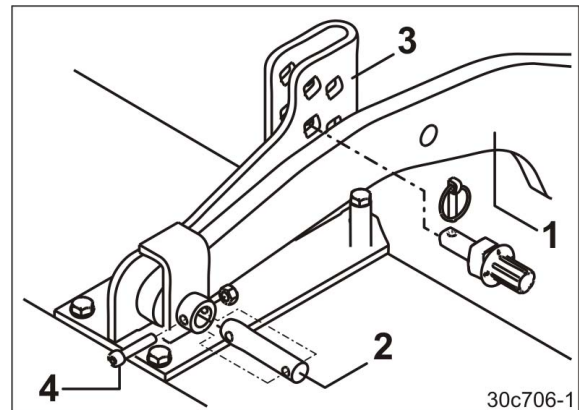

Bild 30
Fäst välten med 2 bärmarmar (Bild 30/1) vid markbearbetningsmaskinen.
3. Fäst vältens bärmarmar (Bild 30/1) i markbearbetningsmaskinens bulthållarprofiler (Bild 30/3) med bultarna (Bild 30/2) och säkra dem med skruv och mutter (Bild 30/4).
2. Lossa skruvarna med mutter (Bild 30/4) och dra ut bärramsbulten (Bild 30/2).